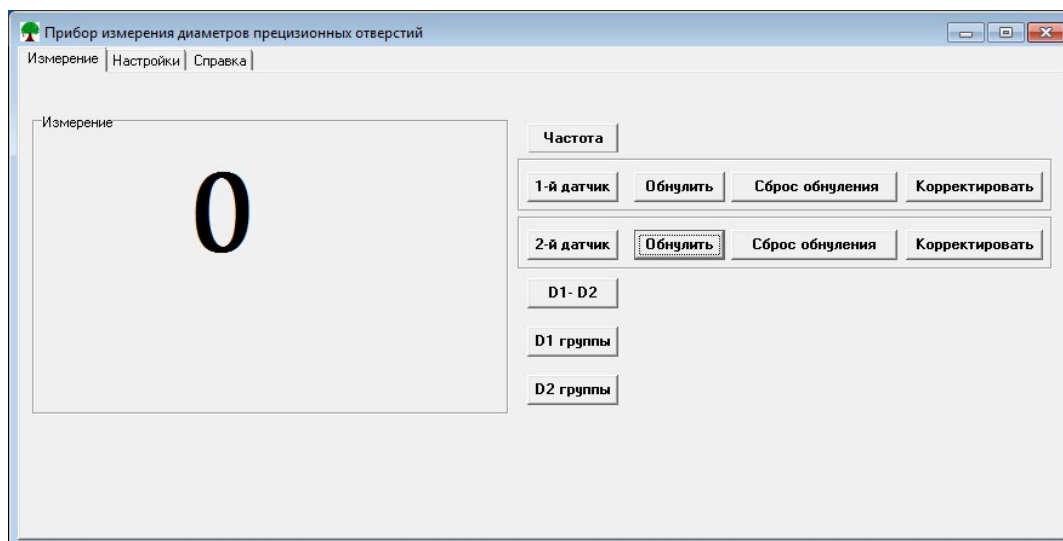

Рис.7.
- При работе с 1-м или 2-м датчиками можно выбрать режим «Обнулить», при этом за нулевое значение принимается показания в момент обнуления, Рис.7, если нажать клавишу «Сброс обнуления» то показания вернуться к формату применяемому до нажатии клавиши «Обнулить»;